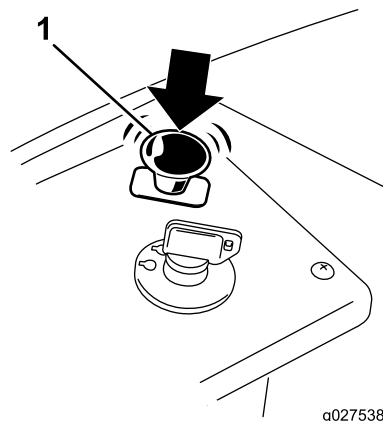

Figure 12
1. Désengagez les lames en plaçant la commande des lames en position DÉSENGAGÉE (Figure 12).